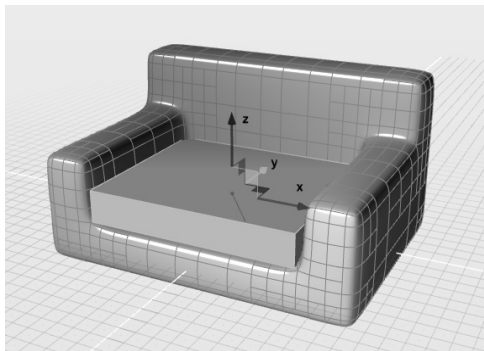

图 7-18 平移至合适位置
2) 取消勾选“Nurbify”复选框，将坐垫更改为多边形模式，随后使用“平移”工具移动到合适位置，如图 7-18 所示。